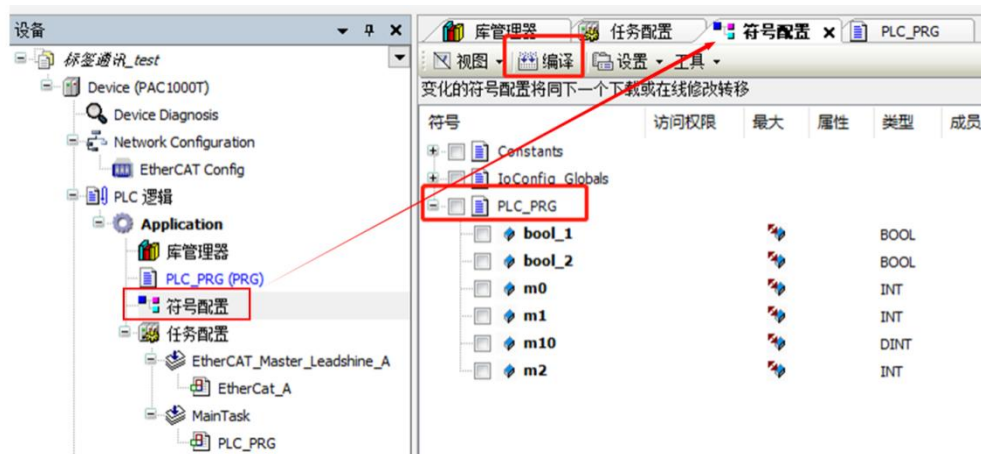

图 13.43 打开“符号配置”页面
- 3) 在左侧树中双击“符号配置”，打开符号配置页面，PLC_PRG 代码区增加一行加法计算： $m0 = m1 + m2$ ；然后编译工程。如图 13.43 所示。